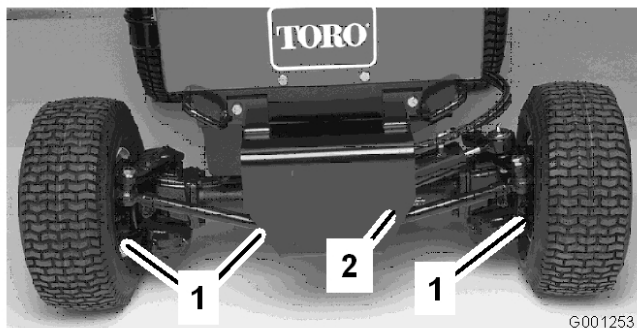

図 54
2. ドレン・プラグ (図 54；左右端に1個と中央に1個、全部で3個ある) の周辺をきれいに拭く。